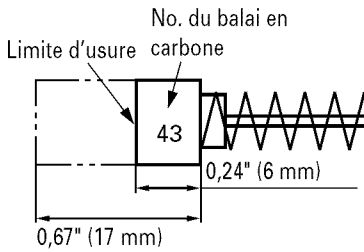

Fig. 28
4. Contrôle des balais en carbone (Fig. 28)
REMARQUE: Utiliser le balai en carbone HITACHI No. 43 indiqué sur la Fig. 28.